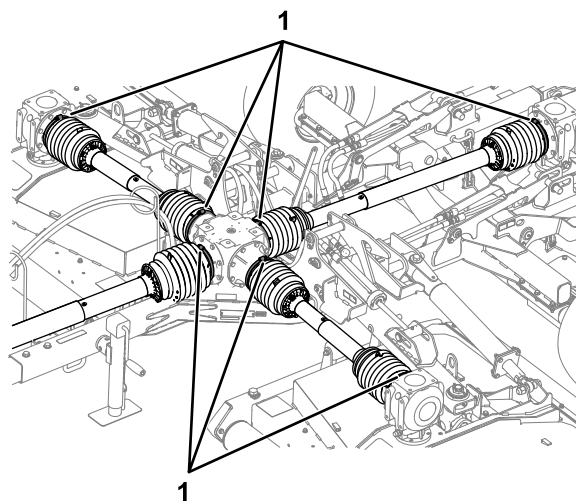

Figura 16
7. Verifique se as 7 braçadeiras de cabos seguram com firmeza os resguardos do eixo de transmissão nas caixas de transmissão da plataforma central (Figura 16).